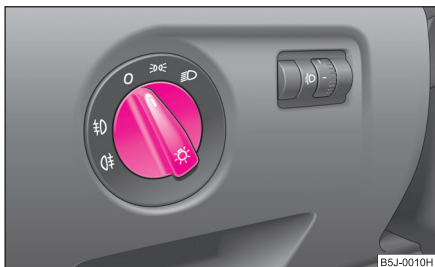

Fig. 33 Tabloul de bord: Întrerupătorul de lumină
- Rotiți întrerupătorul ⇒ fig. 33 în poziția ☞☛.
- Rotiți întrerupătorul în poziția O ⇒ fig. 33.
- Cuplați întrerupătorul de lumină pe poziția luminii de poziție ☞☛ sau a luminii de întâlnire ☞☛☞ ⇒ fig. 33.
La autovehiculele cu **volanul pe dreapta\*** ordinea aranjării întrerupătoarelor diferă parțial față de ⇒ fig. 33 ordinea prezentată. Simbolurile de pe întrerupătoare sunt totuși aceleași. ▶